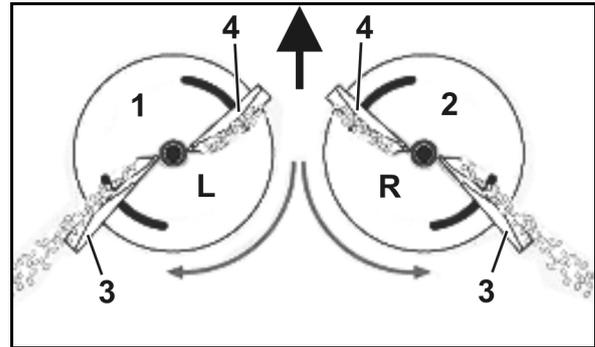

Fig. 18
- disco de dispersão esquerdo (Fig. 18/1) com marca **L**.
- disco de dispersão direito (Fig. 18/2) com marca **R**.
- Comprida (Fig. 18/3) - escala de ajuste com valores de 35 a 55.
- Curta (Fig. 18/4) - escala de ajuste com valores de 5 a 28.